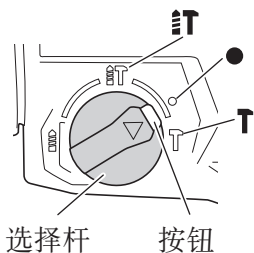

图 13
- (1) 安装工具 (尖钻, 冷镦等)。
- (2) 按下按钮，将选择杆调整至“IT”标记和“T”标标记间的“●”标记处 (图 13)。